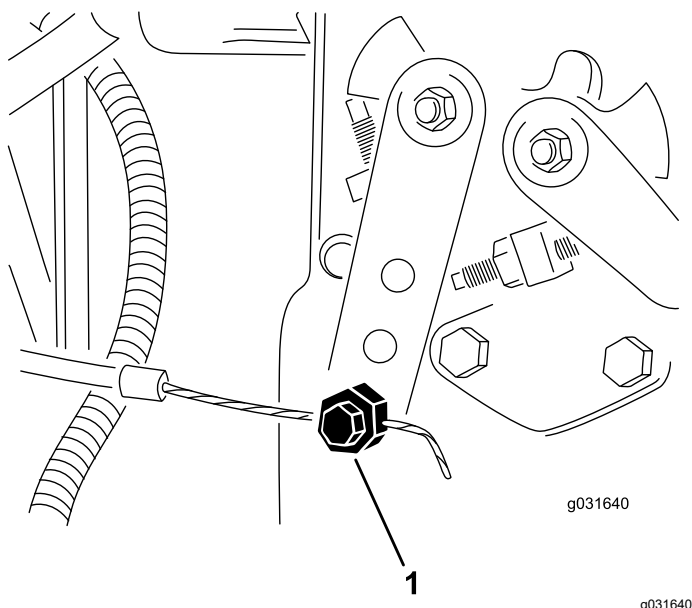

Figura 62
2. Desaperte o dispositivo de ligação do cabo do acelerador no braço da alavanca da bomba de injeção (Figura 62).